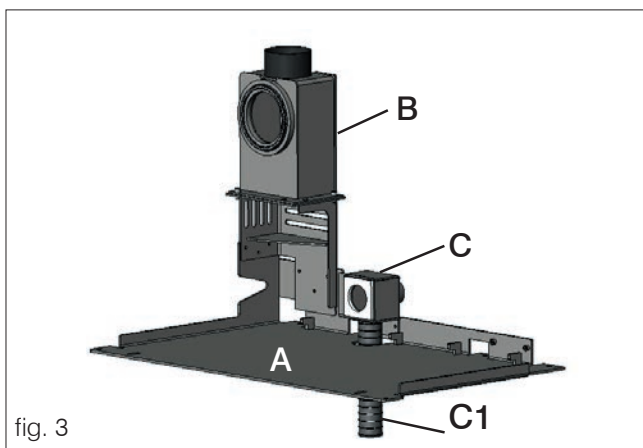

fig. 3
- Calzare la canna fumaria (non in dotazione) sul condotto fumi (B) e il tubo Ø 40 mm (C1 - non in dotazione) sul condotto aria primaria (C). Il tubo Ø 40 mm (C1 - non in dotazione) può essere installato da sotto la piastra di base (A) vedi fig. 3.